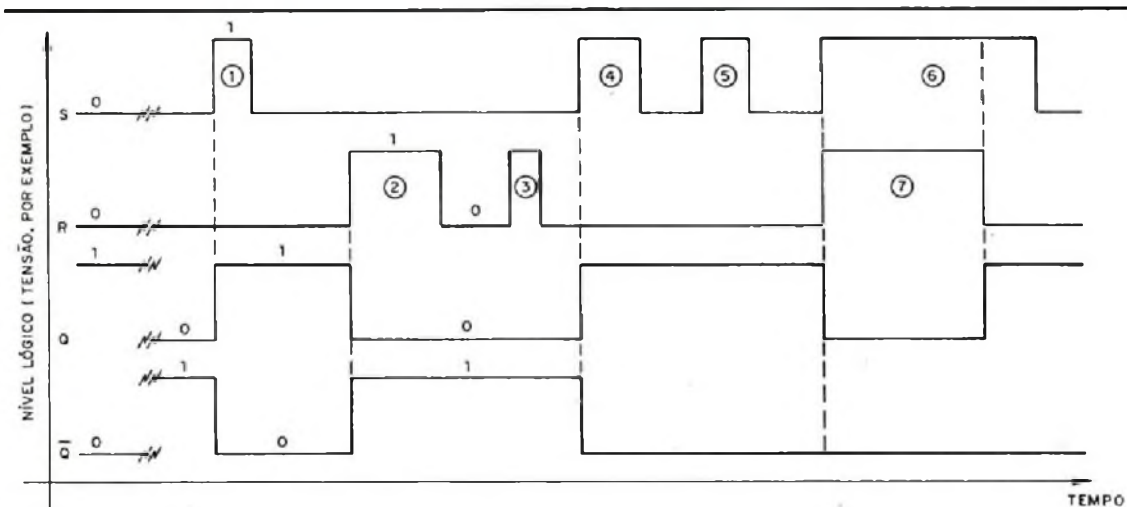

Figura 19 – Diagrama em fases para o “flip-flop” mostrado na figura 14.
Na figura 19 se mostra o “diagrama de tempos”, ou “diagrama em fase”, do circuito do “flip-flop” em estudo, onde se indicam os estados das saídas Q e  $\bar{Q}$  ao variar as entradas R e S. Logo de início é mostrada a indefinição apresentada na primeira linha da tabela acima no que tange às saídas Q e  $\bar{Q}$  do bi-estável; o primeiro pulso (pulso ①) estabelece o circuito e as suas saídas comutam, invertendo os respectivos níveis lógicos; o pulso ② aplicado à entrada “reset” recicla o circuito e as suas saídas passam a apresentar o mesmo nível lógico que tinham antes da aplicação do pulso ① na entrada “set”. O pulso subsequente aplicado à entrada R (pulso ③ – figura 19) é ignorado, pois o “flip-flop” já se encontrava reciclado; algo semelhante ocorre com o pulso ⑤ aplicado à entrada S após o pulso de disparo ④: o nível lógico das saídas permanece inalterado – notar que o pulso ④ havia estabelecido o circuito.